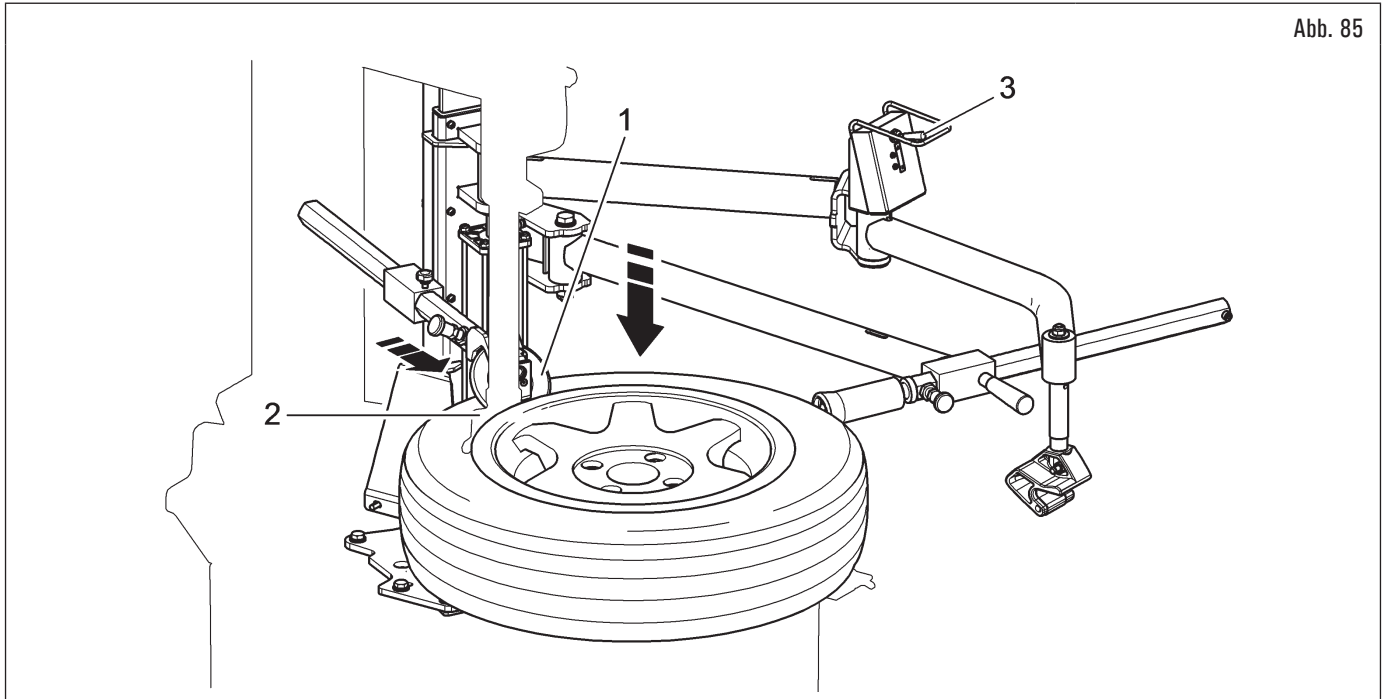

Abb. 85
6. die Wulstadrücksscheibe (Abb. 85 Pkt. 1), wie auf Abbildung dargestellt ist, in der Nähe des Werkzeugkopfes (Abb. 85 Pkt. 2) ansetzen. Den Reifen durch die Wulstadrücksscheibe (Abb. 85 Pkt. 1) herunterlassen (durch Senken des Hebels des Antriebsatz (Abb. 85 Pkt. 3)), um eine einfache Positionierung des Werkzeugs auf den Felgenreand (Abb. 85 Pkt. 2) zu erlauben. Blockieren Sie dann den Werkzeugkopf;
8. die Vorrichtung durch Anheben des betreffenden Hebels (Abb. 85 Pkt. 3) heben; dann bringen Sie die Wulstadrücksscheibe rückwärts (Abb. 85 Pkt. 1), um ein Übermaß mit dem Reifen zu vermeiden;